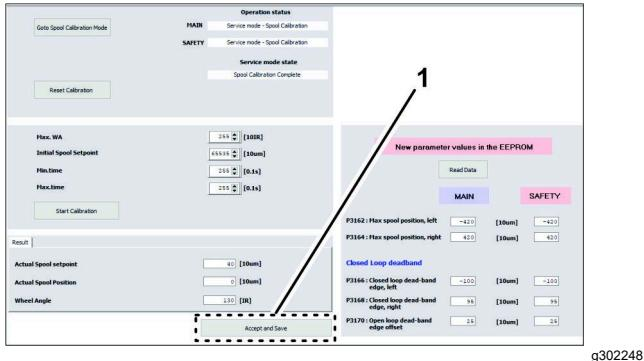

Figura 52
5. En la parte inferior de la pantalla de calibración del carrete, haga clic en el icono ACEPTAR Y GUARDAR (Figura 52).